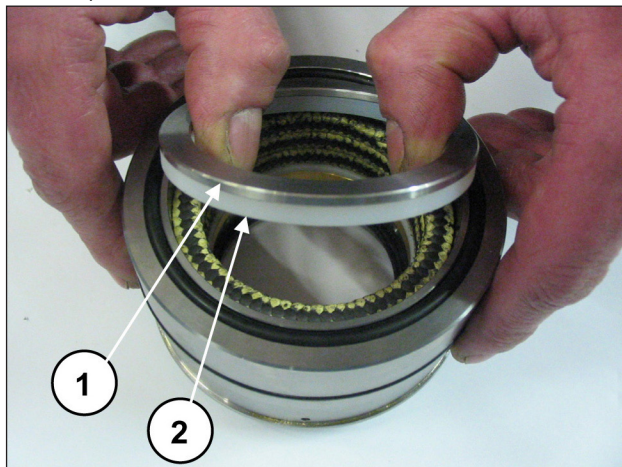
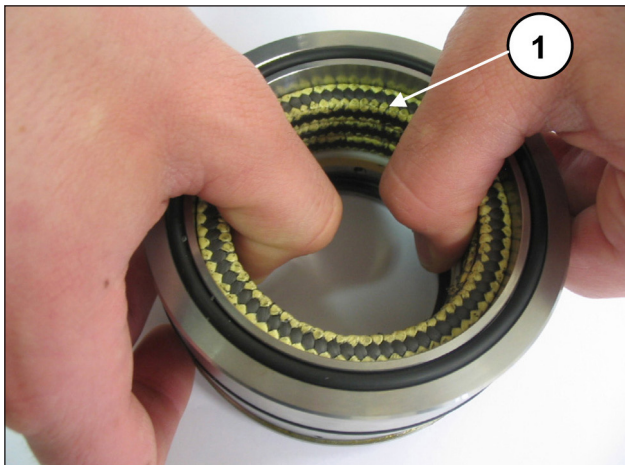

Рис. 142
Рис. 143
Отделите опору уплотнений от рубашки, снимите пружинное кольцо и скребковое кольцо (поз. ① ②, Рис. 142) для доступа к прижимным уплотнениям (поз. ①, Рис. 143).